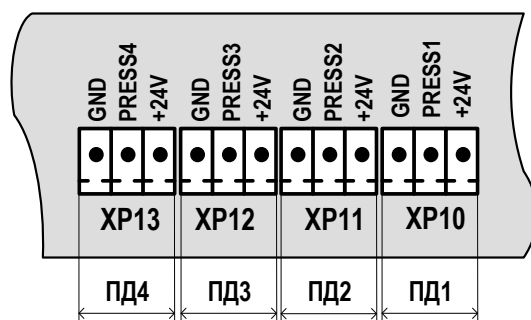

Рис.16. Обозначение коммутационных элементов подключения ПД.
6.5.4.1. Входы каналов давления 1...4 предназначены для подключения преобразователей давления, имеющих унифицированный токовый сигнал в диапазоне 0–5, 0–20 или 4–20 мА. Обозначение коммутационных элементов для подключения ПД показано на рис. 16.